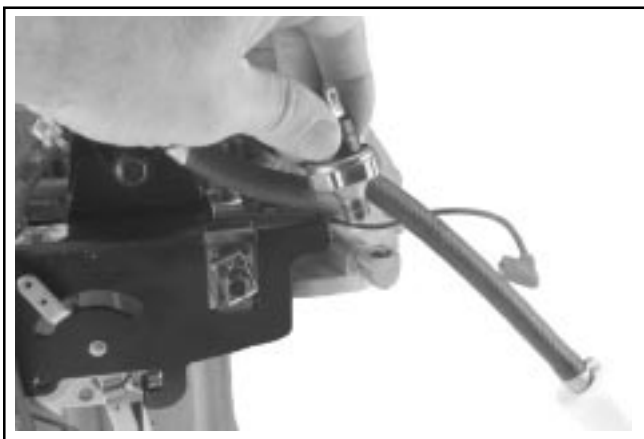

Figure 8-2. Dépose du pressostat Oil Sentry™.
2. Retirer le pressostat du passage central ou du coude de l'adaptateur dans la plaque de fermeture. Voir la Figure 8-2.